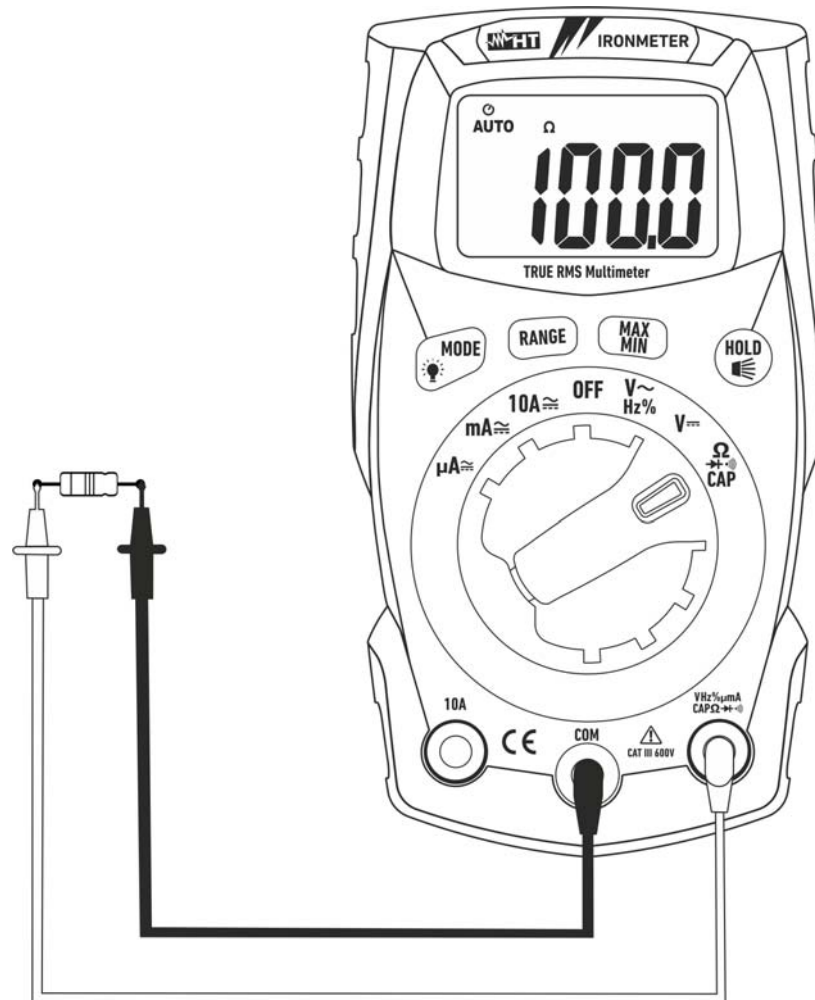

Abb. 5: Verwendung des Gerätes für Widerstandsmessung und Durchgangsprüfung
3. Stellen Sie die Messleitungen in die gewünschten Punkte des zu messenden Kreises (siehe Abb. 5). Der Widerstandswert erscheint auf dem Display.